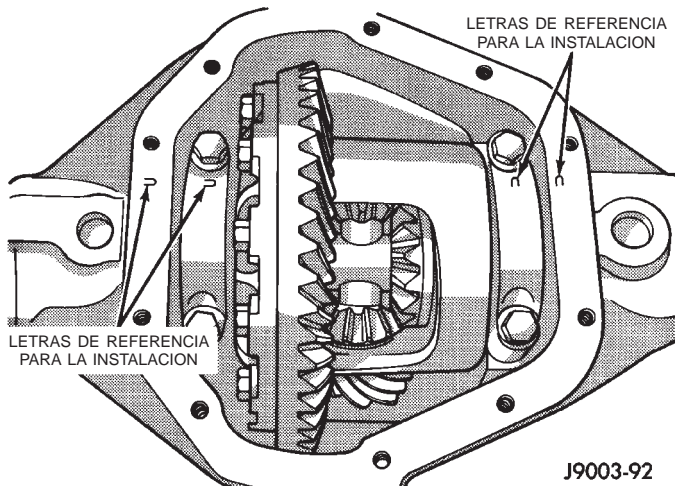

Fig. 31 Identificación de la tapa de cojinete
(3) Retire la tapa del cárter del diferencial y drene el lubricante.
(4) Retire los semiejes.
(5) Registre las letras de referencia para la instalación estampadas en las tapas de los cojinetes y en la superficie maquinada de sellado del cárter (Fig. 31).
(6) Afloje los pernos de las tapas de cojinete del diferencial.